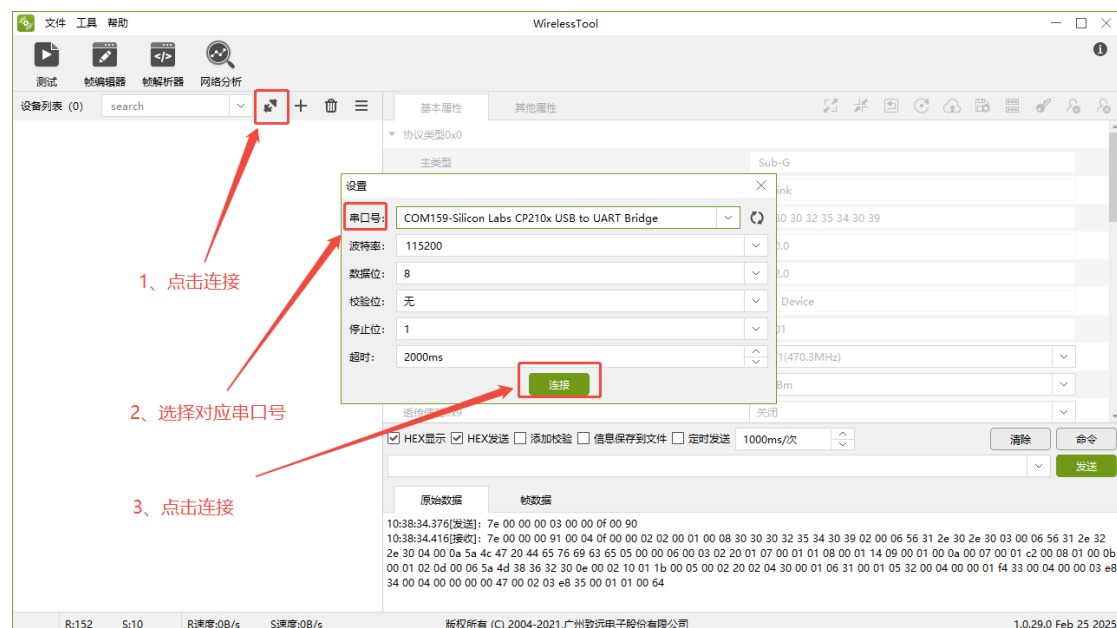

图 3.3 串口参数配置
- 3、设定好串口参数后，点击【连接】按钮后显示【设备连接成功】，最后点击【设备配置】详见图 3.3 所示。